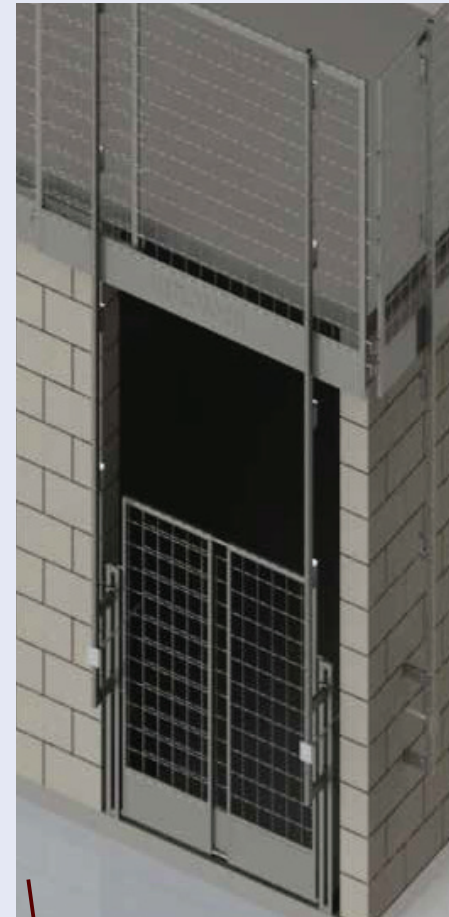
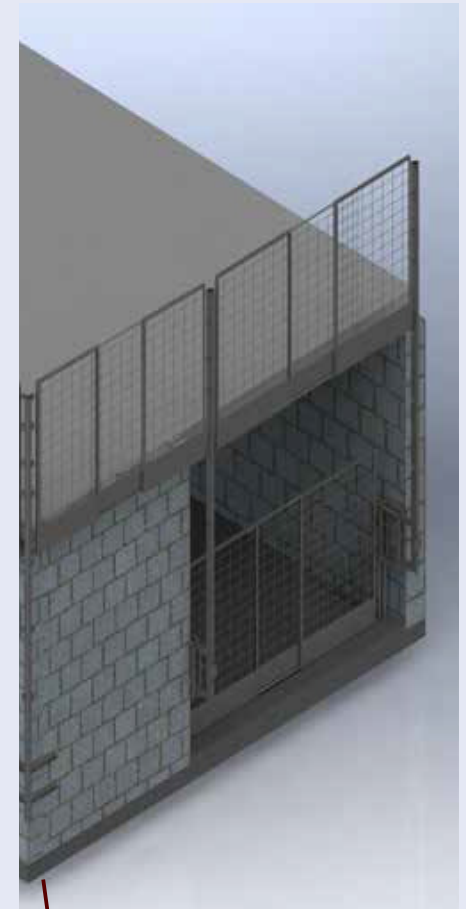

Figura 13 - Sacada Convencional
Figura 14 - Sacada Viga Invertida
Para áreas de sacadas que não possuem alvenaria, deve-se usar suporte fixo de sacada (SFS) fixada na laje através de barras de ancoragem 5/8" (Figura 13) no caso de sacadas com vigas invertidas complementarem o suporte com distanciador de alvenaria (DA) ver (Figura 14).